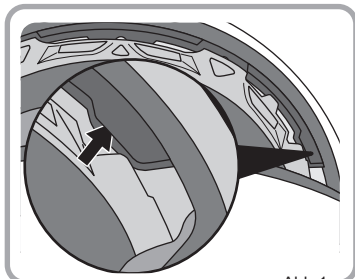

Abb.1
1. Setzen Sie das Zwischenfutter wie in Abb. 1 gezeigt in den Schläfenbereichen ein.